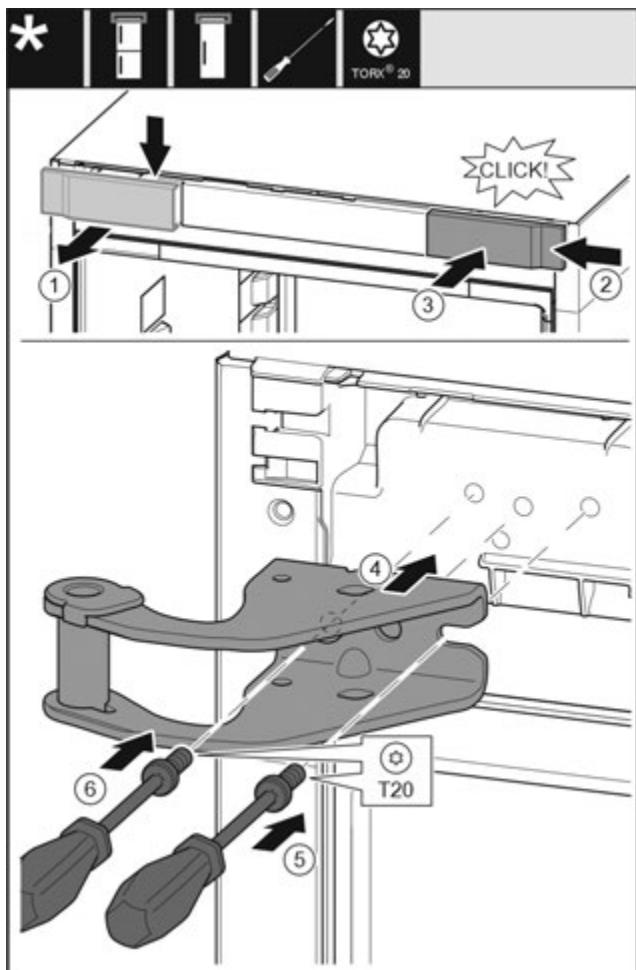

Fig. 13
- Зніміть кришку вгорі вперед. Fig. 13 (1)
- Почекіть кришку, що повернута на 180°, з іншого боку праворуч. Fig. 13 (2)
- Зафіксуйте кришку. Fig. 13 (3)
- Встановіть верхній опорний кронштейн. Fig. 13 (4)
- Встановіть та закрутіть гвинт за допомогою викрутки T20. Fig. 13 (5)
- Встановіть та закрутіть гвинт за допомогою викрутки T20. Fig. 13 (6)